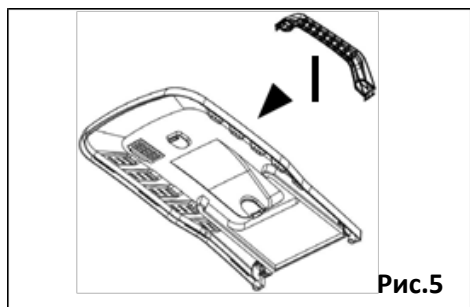

Рис.5
Закрепите пластиковую ручку на верхней крышке травосборника (5). (Рис. 5).